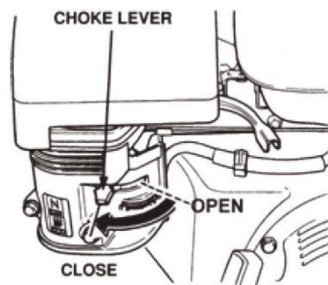

FIG.7
9.3 Posizionare la leva dell'aria (FIG. 7) nella posizione "CHIUSO" se si avvia a motore freddo.
9.7 Se il motore è avviato, riportare lentamente la leva dell'aria (FIG. 7) nella posizione